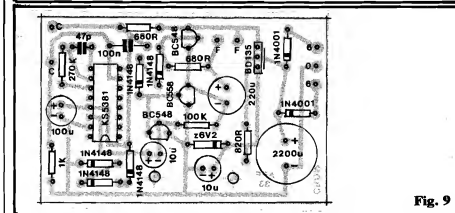

Fig. 9
- FIG. 9 - "CHAPEADO" - A colocação dos componentes sobre a face não cobreada da placa encontra-se detalhada na figura. Embora tudo mereça atenção e cuidado, alguns pontos são especialmente críticos: a posição de todos os componentes polarizados, quais sejam: o Integrado, os transistores, os diodos (inclusive o zener) e os capacitores eletrolíticos. Quanto a transistores e diodos, notar que existem, no circuito, mais de um código de cada um desses tipos de componentes... Assim, cuidado para não "trocar as bolas"... A respeito de resistores, observar seus valores em função de suas posições na placa (trocou, "dançou"...). O transistor BD135 apresenta uma face metalizada que, na figura, está simbolizada pelo traço extra, voltado para a posição ocupada por um diodo 1N4001. Atenção... Depois de tudo soldado, conferir cada item, posição, código e polaridade, as condições dos pontos de solda (pela face cobreada), na busca de eventuais "corrimentos", "curtos" ou insuficiências